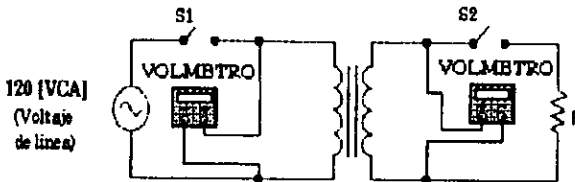

FIGURA 5
2. Transformador regulador medición de voltaje. Arme el circuito mostrado en la figura 5 empleando las bobinas iguales de 600 espiras.